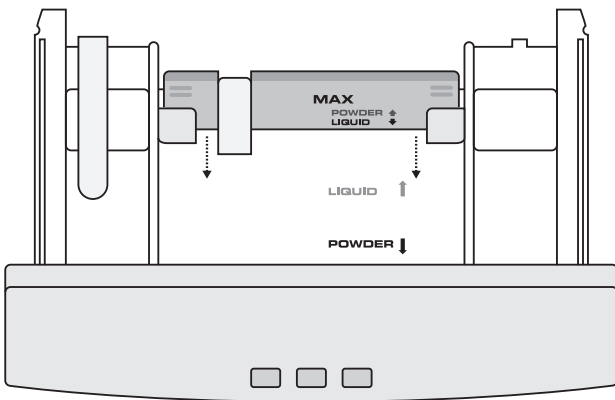

Figure 1
- **Pour le détergent en poudre:** Installez le diviseur en position avant. Mettez la cloison bleue de sélection du détergent, située à l'extrémité du distributeur, en position avant (comme illustré à la figure 1).